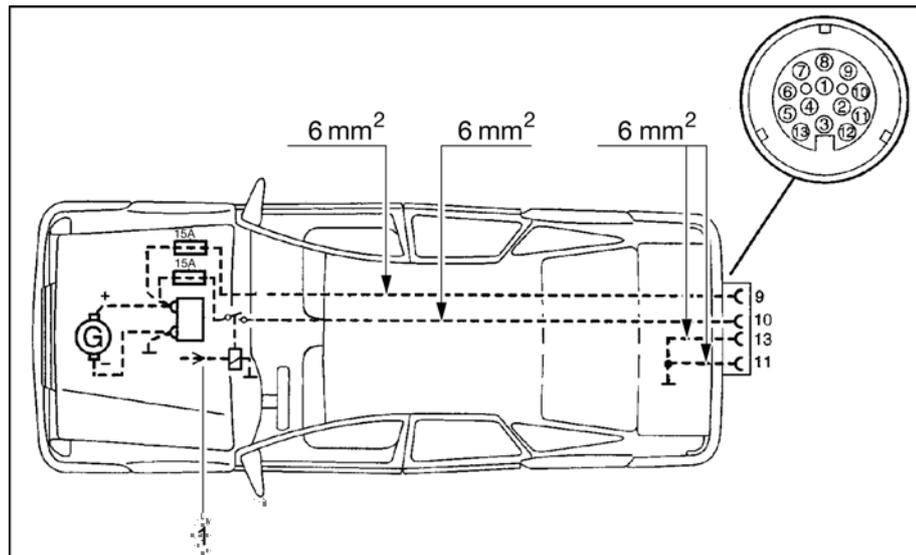

Bild 105 Zugwagen-Installationsplan
- ▷ Das Zugfahrzeug mit den entsprechenden Kabelquerschnitten und einem Relais für die Stromversorgung (gesteuert über Zündung) nachrüsten (siehe Bild 105).